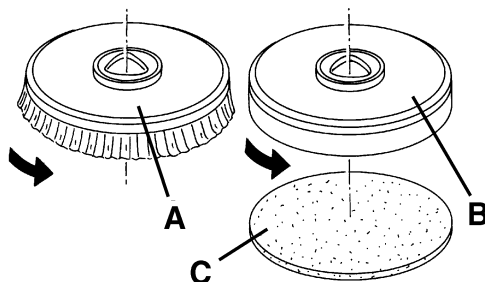

Рис. 1
1. Расположите щетку (А, Рис. 1) или держатель прокладки (В) под платформой (14).
2. Опустите платформу на щетку/держатель прокладки, нажав педаль (8).
3. Подключите сетевой шнур (3) к электросети.
4. Зацепите щетку или держатель прокладки, нажав переключатель (51) на несколько секунд.